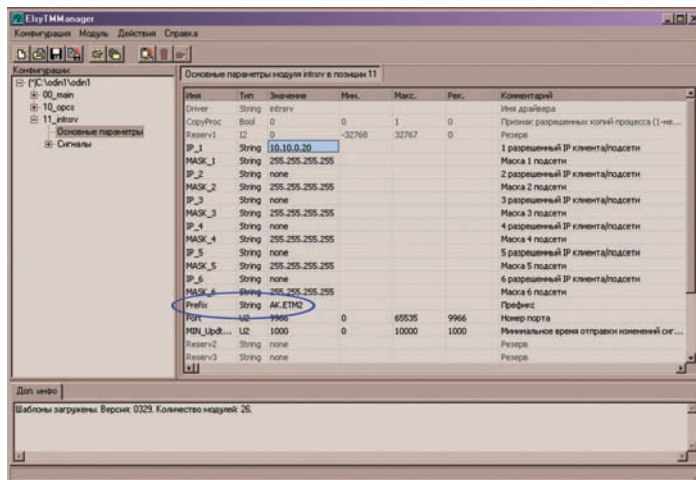

Рис. 4
- Конфигурируем модуль **Intercom** (настраиваем IP адрес разрешенного клиента) (рис. 4).
- Задаем сигнал **Prefix** — далее он будет фигурировать как часть имени сигнала **ОПС Тэг** (рис. 4).